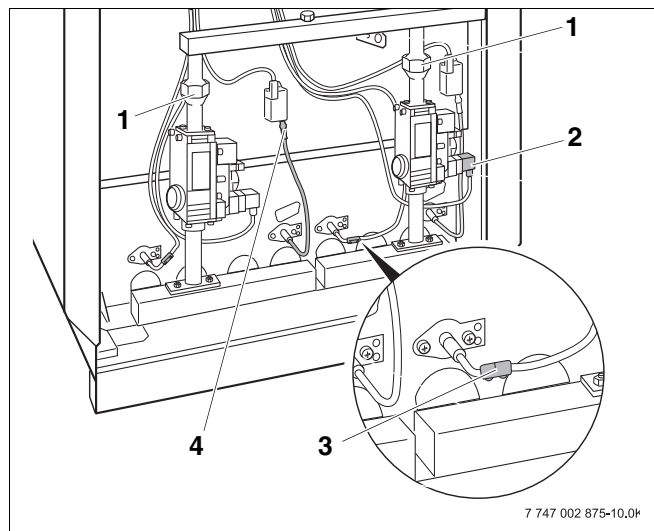

Рис. 39 Газовая горелка с арматурой Honeywell VR 4605
- Отсоедините горелку от трубы подачи газа, для чего разъедините резьбовые соединения (Рис. 39, поз. 1) над арматурой.
- Отверните винты штекера горелки (Рис. 39, поз. 2) и выньте штекер из арматуры (Рис. 39).
- Разъедините штекерное соединение тактового устройства розжига (Рис. 39, поз. 4).
- Удалите защиту от прикосновения на контрольном кабеле (Рис. 39, поз. 3) и разъедините штекерное соединение.